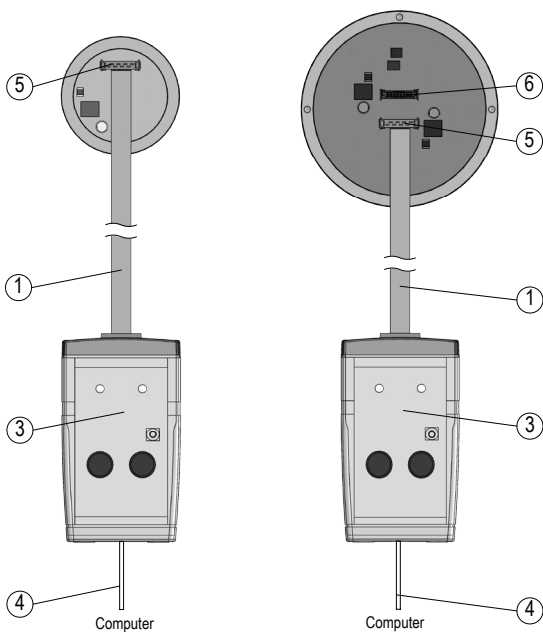

Abb. 2: Anschluss am Seilzugeber mit Flachbandkabel
Vor dem Einbau des Seilzuggebers in den Zylinder kann der Anschluss des ProTool SGH auch direkt mit der Flachbandleitung erfolgen. Diese ist im Leiterplattenverbinder 1 ⑤ und 2 ⑥ einzustecken (siehe Abb. 2).